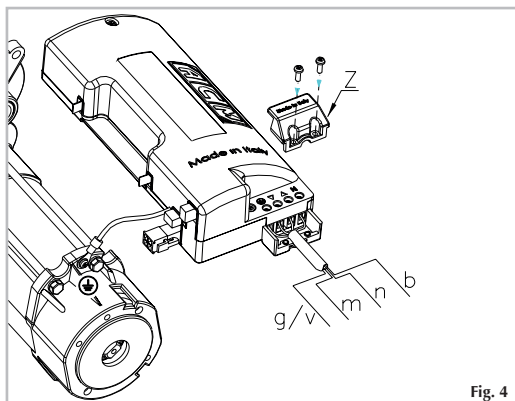

Fig. 4
- 16) Connecter le câble d'alimentation au fin de course en respectant la bonne direction (voir figure 4).
- 17) Fermer le fin de course à travers le couvercle en plastique (Z) et puis serrez les deux vis, vérifier la disposition correcte des câbles (voir figure 4).
- 16) Connect the power supply cable to the limit switch respecting the right direction (see figure 4).
- 17) Close the limit switch through the plastic cover (Z) and then tighten with the two screws checking the correct disposition of the cables (see figure 4).